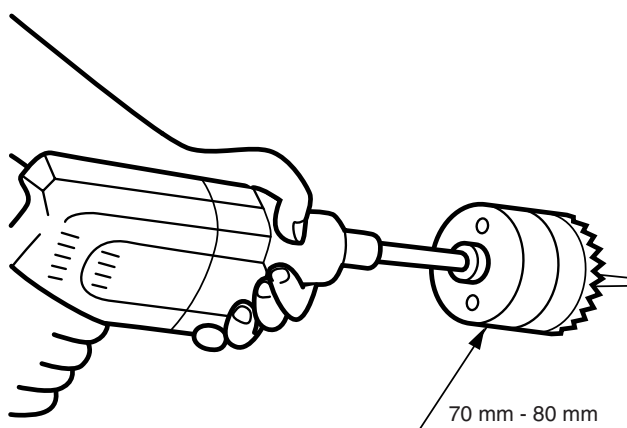

Figura 5
2. Haga la perforación para el conducto de humos. Use una sierra para aberturas de un diámetro de 70 a 80 mm (ver Figura 5). La abertura en el lado interior de la pared debe ser un poco más alta que la abertura en el exterior, con el fin de crear una leve pendiente en la alimentación y en el conducto